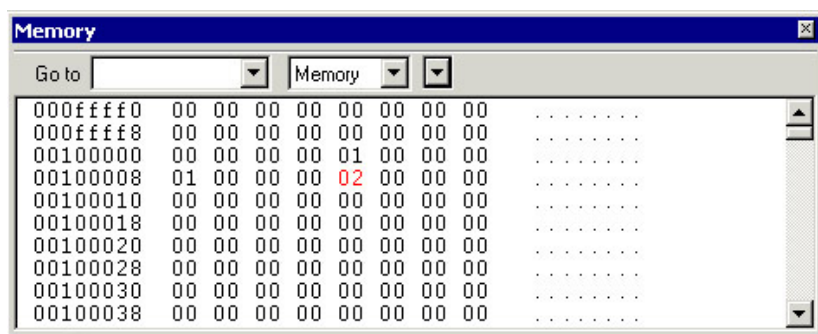

图 17. 8-bit 模式显示存储器窗口
- ① 选择主菜单 View > Memory 打开存储器窗口，见图 17（用 8-bit 显示数据）。
- ② 激活 Utilities.c 窗口并双击变量 root。用鼠标将其拖到存储器窗口。
- ③ 如果希望以 16-bit 显示数据，在存储器窗口定部的下拉菜单中选择 2x Units 命令。